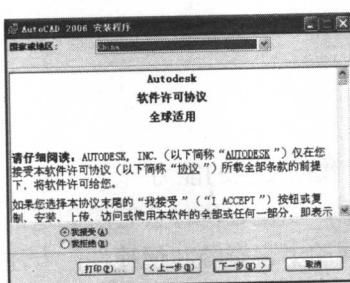

图 1.3 选择国家及阅读并接受协议
**步骤 3** 系统会提示选择【国家 / 地区】，是否接受协议，如图 1.3 所示，选择【China】并接受后，点击【下一步】。